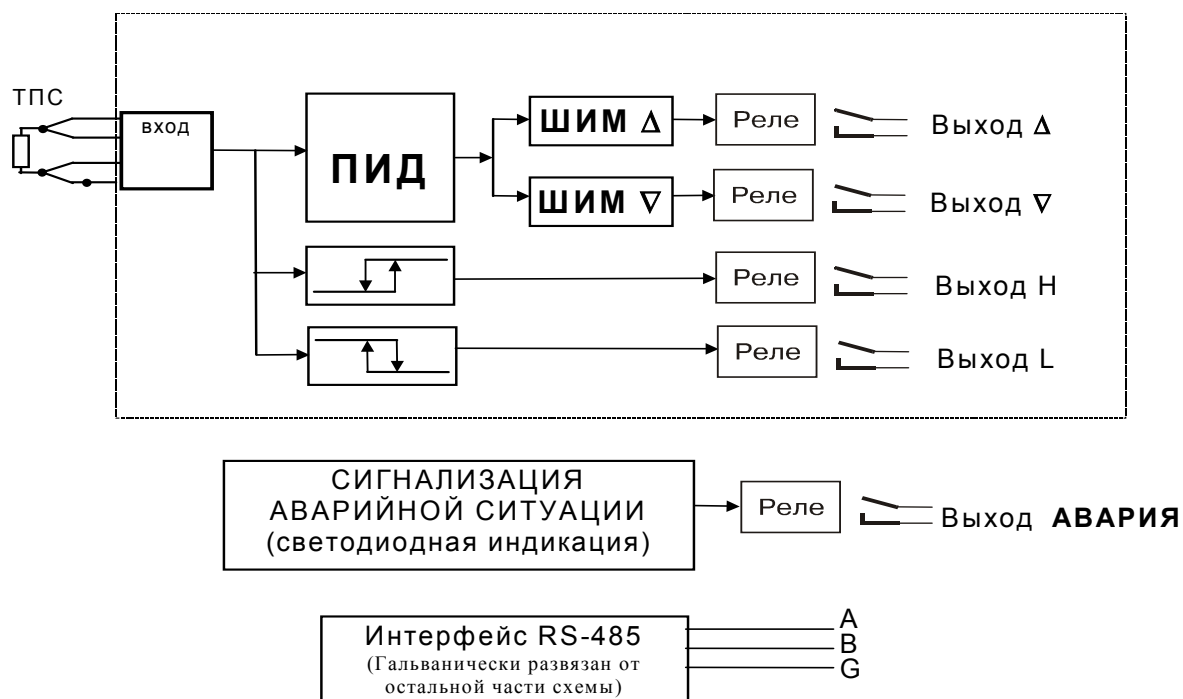

Рис. 3.1
3.1.1 Функциональная схема прибора приведена на рис.3.1.
3.4.1. Функциональная схема прибора, представленная на рис. 3.1, реализована программно. Настройка работы функциональных блоков прибора выполняется путем задания параметров. Пользователь управляет работой прибора, изменяя значения параметров.